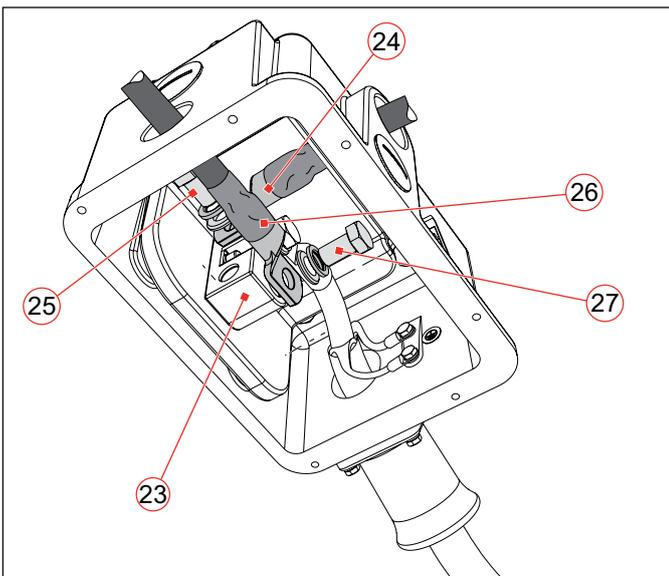

Abb. 24: Beispiel für den Anschluss von Abzweigkabel und Zugsammelschiene bei vertikalem Anschlussstück
- ▶ Kabelschuh des Abzweigkabels (wie beispielsweise in **Abb. 24/24** gezeigt wird) mit Schraube (25), Beilagscheibe sowie Sperrkantring am Anschlussstück (23) festschrauben.
- ▶ Kabelschuh der Zugsammelschiene (wie beispielsweise in **Abb. 24/26** gezeigt wird) mit Schraube (27), Beilagscheibe sowie Sperrkantring am Anschlussstück (23) festschrauben.